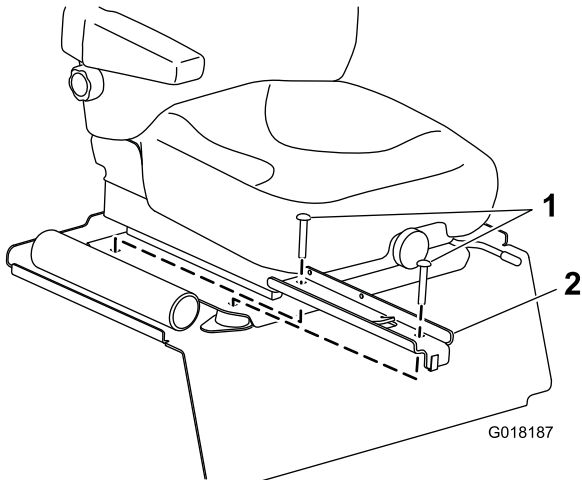

图3
1. 将夹子连接到操纵杆盒安装支架中的前孔图3。
2. 用较长的托架螺栓和您在步骤 3 共 2 铺设操纵杆线束(页码 3) 步中卸下的螺母将操纵杆盒安装支架安装到座椅底板的右侧图3。